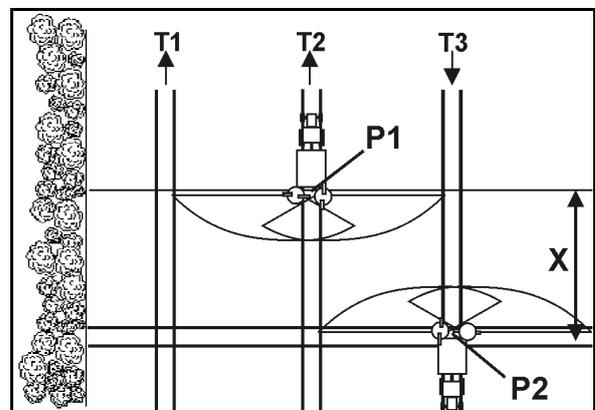

Fig. 87
- Aprire le paratoie di chiusura dopo l'ingresso nella pista sul punto P1 (Fig. 87), se i dischi spargitori distano del tragitto X dalla pista della capezzagna.
- Chiudere le paratoie prima dell'uscita dalla pista sul punto P2 (Fig. 87), se i dischi spargitori si trovano all'altezza della prima pista della capezzagna.